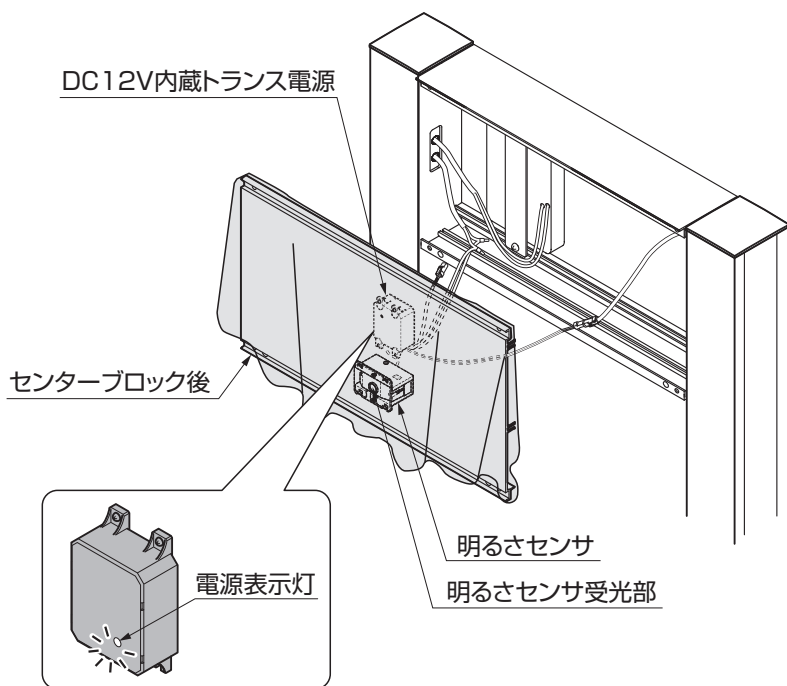

図1-3
- 昼間、通電確認する場合は、センターブロック後ごと明るさセンサ受光部を黒い布などでふさいでください。電源表示灯が点灯すればDC12Vが正常に出力しています。(図1-3参照)
- ④ $\phi 4 \times 10$ 特サラ3種タッピング D=6でセンターブロック後を取付けてください。